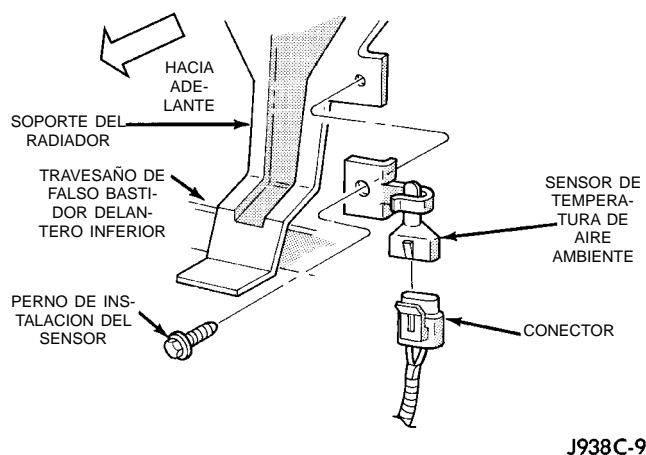

Fig. 38 Desmontaje/instalación del sensor de temperatura
- (1) Desconecte y aisle el cable negativo de la batería.
- (2) Retire la unidad de la rejilla del radiador. Para informarse sobre los procedimientos, consulte el Grupo 23, Carrocería.
- (3) Localice el sensor de temperatura en el soporte del radiador detrás de la rejilla (Fig. 38).
- (4) Desenchufe el conector del mazo de cables del sensor de temperatura.